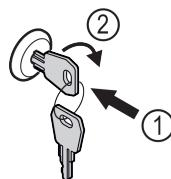

Fig. 190
- Uvucite ključ. Fig. 190 (1)
- Okrenite ključ za 90° nadesno. Fig. 190 (2)